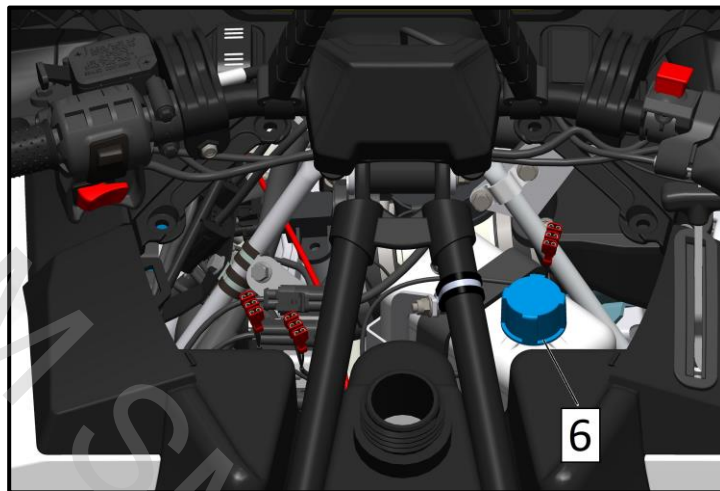

Рис. 3
- Открутите крышку расширительного бачка (поз. 6, рис. 3).